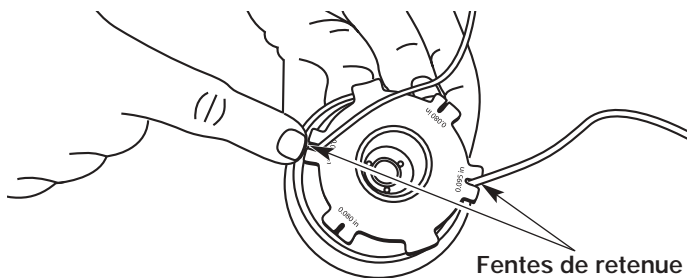

Fig. 34
- Insérez les extrémités du fil dans les deux fentes de retenue (Fig. 34).